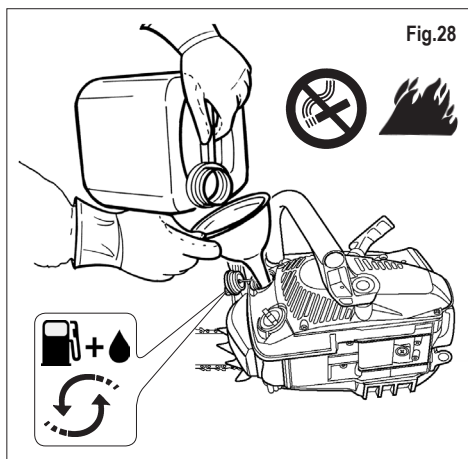

Fig.28
3) Préparer le mélange carburant et ne remplir le réservoir qu'en plein air (Fig. 28).